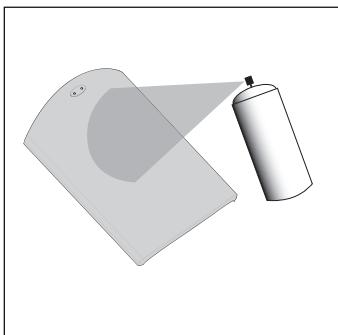

FIGURE 9: Peinture de la grille. Appliquer de minces couches de peinture en aérosol. N'obstuez pas les trous avec la peinture.
2. Appliquez deux minces couches de peinture de finition en aérosol [figure 9]. Si vous utilisez un pistolet pulvérisateur, choisissez le réglage le plus fin, le plus diffus. Assurez-vous de ne pas obstruer les trous de la grille avec la peinture.